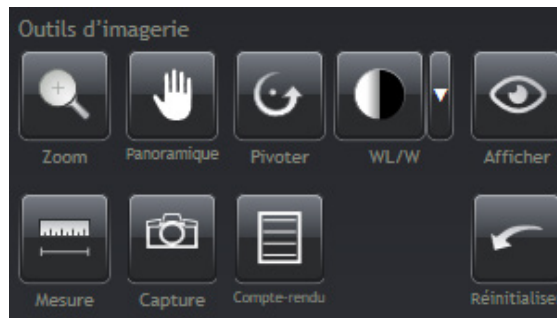

Figure A-3 : Volet « Outils d'imagerie ».
Le volet « Outils d'imagerie » est situé dans le volet central gauche et comprend une série d'outils permettant de manipuler la taille, la position et la luminosité des coupes des images affichées dans les volets des vues des images (Figure A-1 et Figure A-3). Les boutons **Compte-rendu** et **Réinitialiser** se trouvent également dans ce volet.
Dans le volet « Outils d'imagerie » situé sur le côté gauche de l'écran (Figure A-3), cliquer sur l'outil **Zoom**, puis déplacer le pointeur de la souris sur la vue d'une image 2D ou 3D.
1. Dans le volet « Outils d'imagerie » situé sur le côté gauche de l'écran (Figure A-1), cliquer sur l'outil **WL/L** (Figure A-3), puis déplacer le pointeur de la souris sur la vue d'une image 2D. Les valeurs des axes X et Y s'actualisent dans les trois vues des images 2D, et la mise en correspondance des valeurs de densité en unités Hounsfield avec les pixels des niveaux de gris est modifiée pour améliorer les caractéristiques de l'image.
L'outil **Compte-rendu** est accessible à partir du volet « Outils d'imagerie » (Figure A-3) et du menu **Étapes** (en haut à droite dans la Figure A-1). Cliquer sur l'outil **Compte-rendu** permet d'afficher un compte-rendu de la procédure du système NEUWAVE ; ce compte-rendu comprend toutes les informations relatives à la procédure réalisée (voir la section *Informations détaillées du compte-rendu (Premium)* à l'**Annexe C**). Cliquer sur le bouton **Envoyer** permet de transmettre le compte-rendu au PACS de stockage. (Le numéro de série du compte-rendu dans le PACS sera 53705).